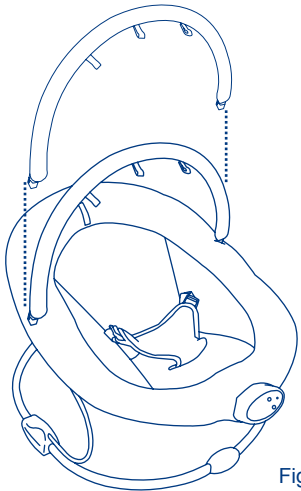

Fig. 12
- 12) • Position the toy bar above the bouncer as shown. Insert the ends of the toy bar into corresponding holes on the frame. (Fig. 12)
• Coloque la barra de juguetes por encima del rebotador como se indica. Introduzca los extremos de la barra de juguetes en los agujeros correspondientes del armazón. (Fig. 12)
• Placez la barre à jouets au-dessus de la sauteuse, tel qu'illustré. Insérez les extrémités de la barre à jouets dans les trous correspondants dans le cadre. (Fig. 12)